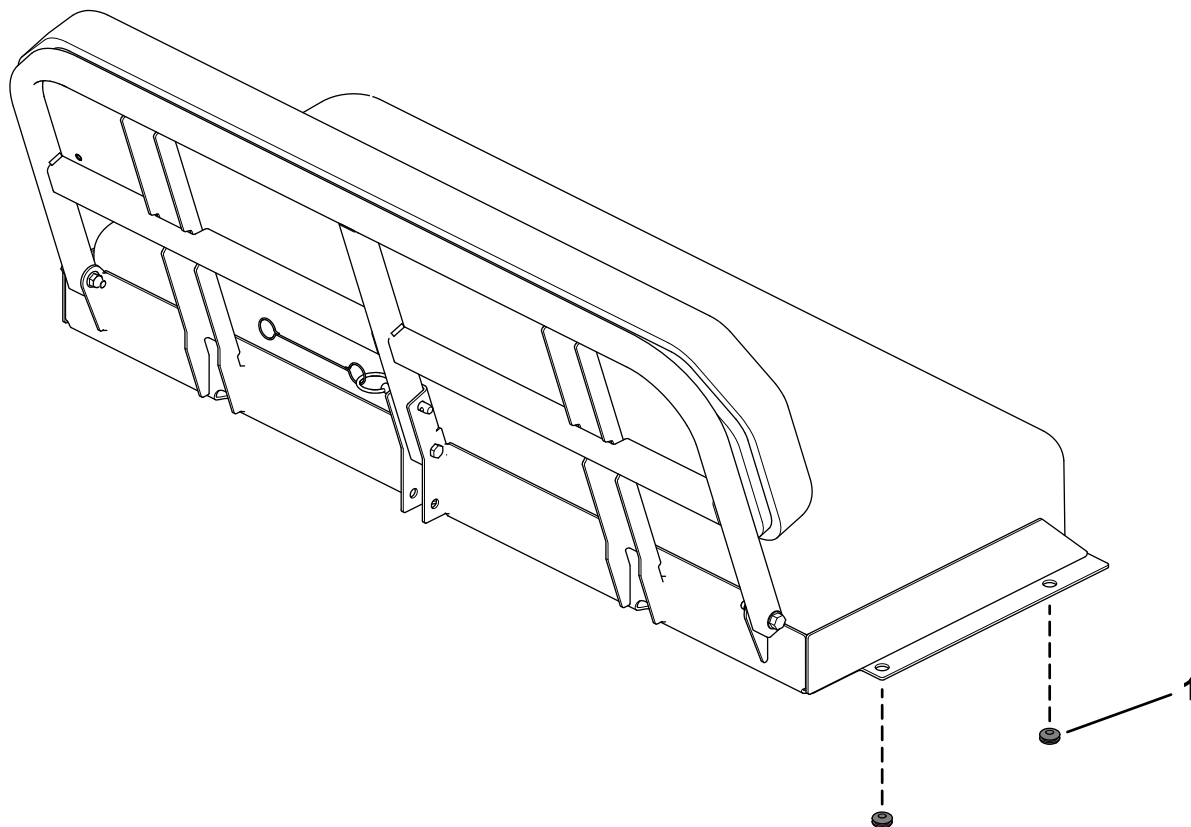

Figur 9
8. Montera sidoskenorna på flaket med åtta vagnsbultar ($\frac{3}{8}$ x 3 tum) och åtta sexkantmuttrar ($\frac{3}{8}$ tum) enligt Figur 9.